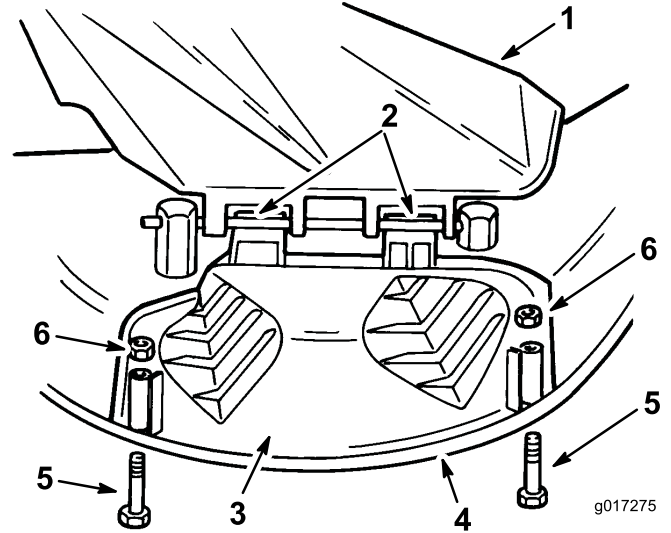

Figure 4
1. Soulevez le déflecteur d'herbe et glissez les languettes en haut du couvercle de l'éjecteur sous la tige de retenue du déflecteur d'herbe. Abaissez le couvercle de l'éjecteur sur l'ouverture et sur le bord inférieur du plateau de coupe (Figure 4).
2. Fixez le couvercle de l'éjecteur au bord inférieur du plateau de coupe avec 2 boulons (1/4 x 2-3/4") et 2 écrous (1/4 pouce), comme illustré à la Figure 4.